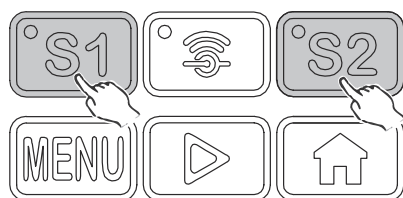

Рис. 26
2. Нажмите кнопку «S2» на панели управления газонокосилки, индикатор переключится на S2 (рис. 26).